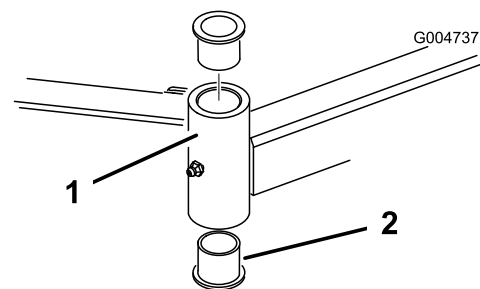

Figure 23
4. Insérez un chasse-goupille dans le haut ou le bas du tube de montage et chassez la bague hors du tube (Figure 23).